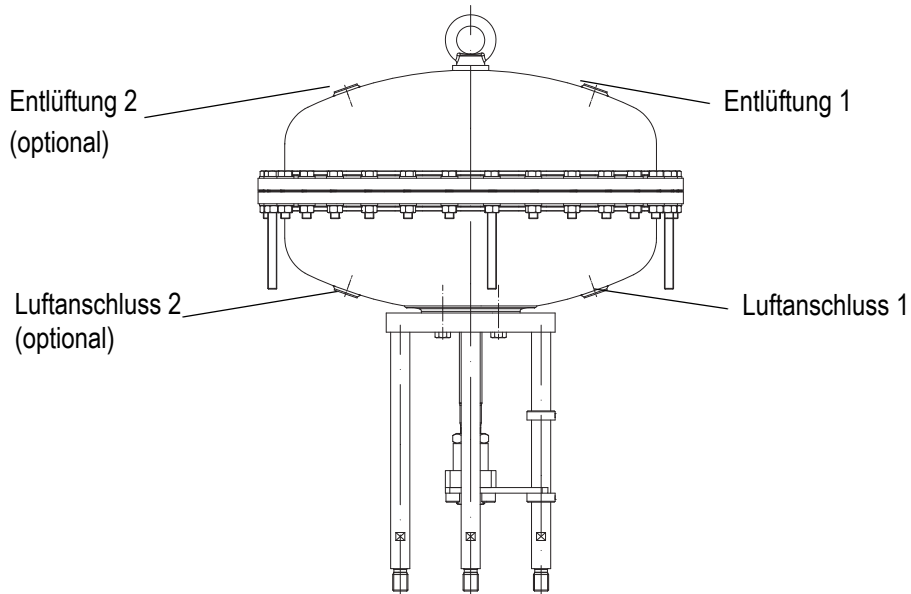
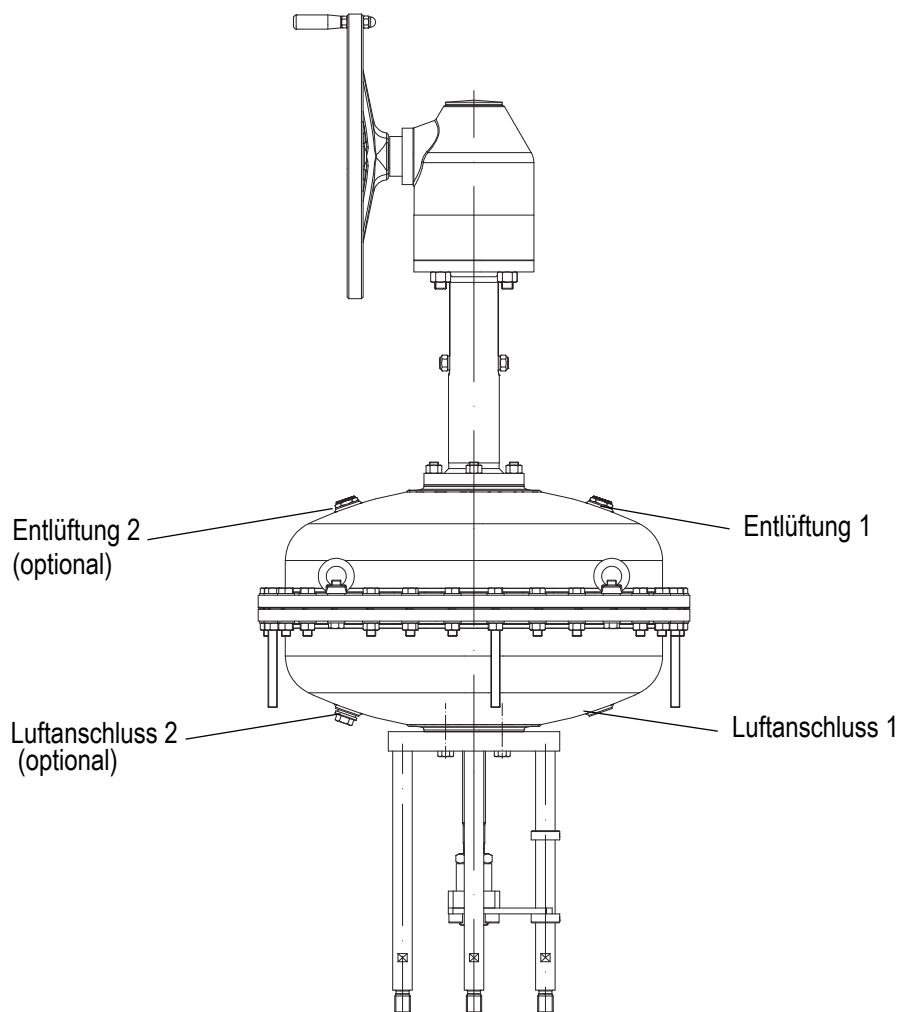

Bild 1: DP35 „Antriebsspindel durch Federkraft ausfahrend“
Bild 2: DP35 mit Handnotverstellung „Antriebsspindel durch Federkraft ausfahrend“
Die Stelldruck-Anschlussleitung ist bei Wirkungsweise "Antriebsspindel durch Federkraft ausfahrend" am Membranboden (an Luftanschluss 1, siehe Bild 1), bei Wirkungsweise „Antriebsspindel durch Federkraft einfahrend" an der Membranhaut (an Luftanschluss 1, siehe Bild 2) anzuschließen.
Stellung der Handnotverstellung kontrollieren; vgl. Bild 2.
- Stelldruckleitung am Luftanschluss 1 (Bild 1) des Membranbodens und Druckmessgerätes anschließen.